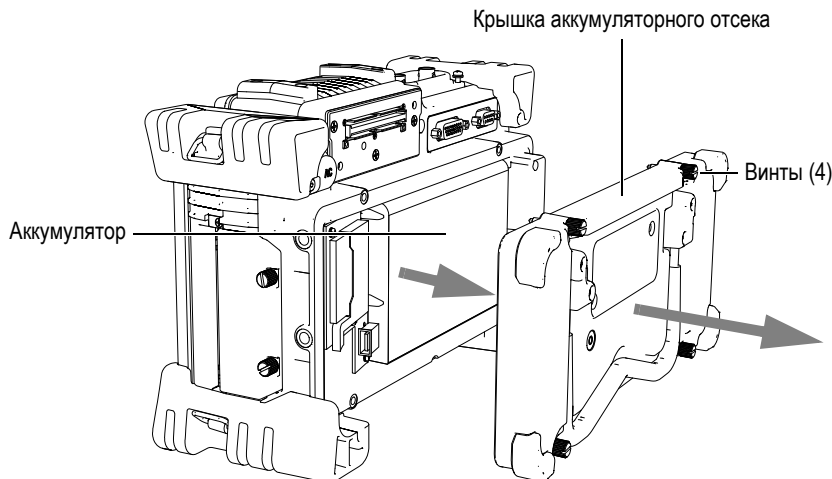

Рис. 2-5 Отсек аккумулятора
Аккумулятор находится в отсеке, доступ к которому осуществляется через заднюю панель ЕРОСН™ 1000 (см. Рис. 2-5 на стр. 46).
2. Открутите винты на крышке аккумуляторного отсека (см. Рис. 2-5 на стр. 46).
Нажмите [ANGLE] или [GAIN], чтобы выбрать, соответственно, параметр **Angle** (Угол) или **Gain** (Усиление). Выделенная кнопка становится жёлтой (см. Рис. 2-5 на стр. 46). Для редактирования значения используйте ручку прокрутки или клавиши [ВВЕРХ] и [ВНИЗ].